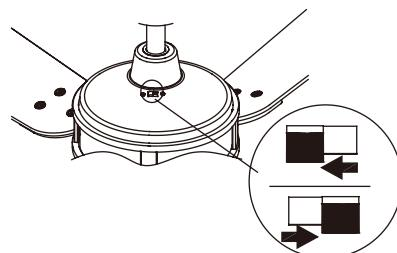

Fig. 28
**Fucionamiento para climas cálidos:** Hacia adelante (en sentido contrario) .Un flujo de aire hacia abajo crea un efecto de enfriamiento. Esto le permite configurar su aire acondicionado en un ambiente más cálido sin afectar su comodidad general. (Fig. 28)
**Fucionamiento para climas fríos:** Revertir (en el sentido contrario) .Un flujo de aire ascendente crea un aire cálido en las áreas del techo. Esto le permite configurar su aire acondicionado en una configuración más fresca sin afectar su comodidad general. (Fig. 28).